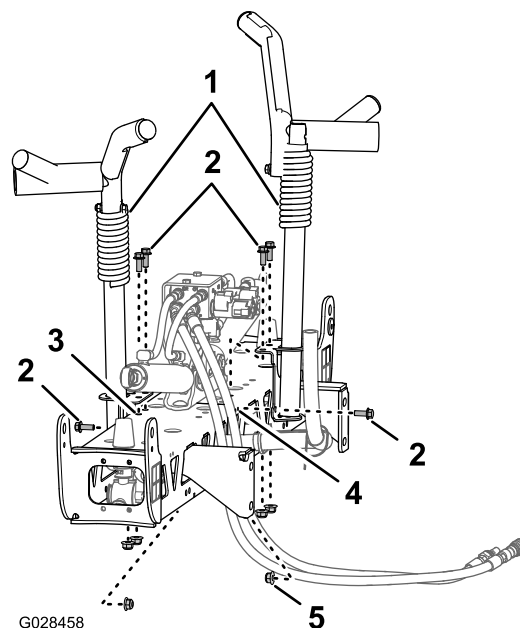
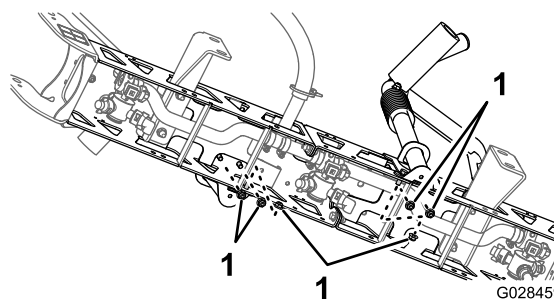

Figura 37
Figura 38
- Alinhe as cavidades de transporte da rampa com a secção da rampa central (Figura 37).
- Monte as cavidades na secção da rampa (Figura 37 e Figura 38) com seis parafusos (⅜ pol. x 1 pol.) e seis porcas de bloqueio flangeadas (⅜ pol.).